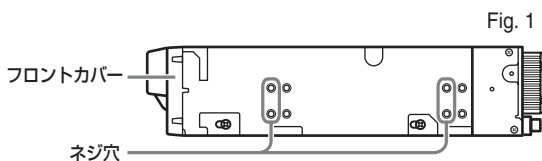

Fig. 1
- 本製品にレールを取り付ける場合は、Fig. 1に示すフロントカバー側のネジ穴を使用してください(Fig. 2)。(反対側も同様に、片側2箇所、計4箇所をネジ止めしてください。)